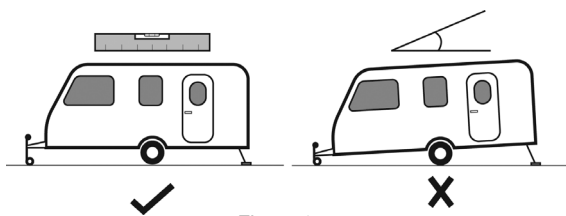

Figura 2
- (Figura 2) Accertarsi che la vostra roulotte, il vostro camper o furgoncino si trovino su una superficie piana e siano stabili.